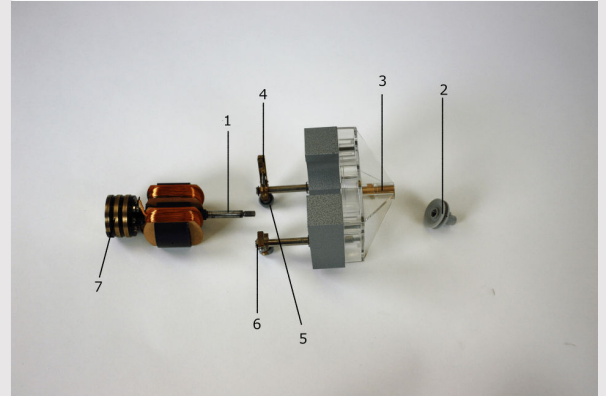

Fig. 1
- Monta el soporte del motor según la Fig. 1 y la Fig. 2.